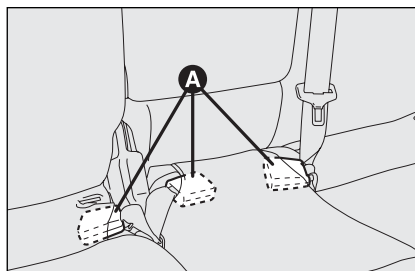

fig. 99
- ☐ para as versões com banco traseiro de correr, posicione as fivelas dos cintos de segurança nas adequadas sedes **A-fig. 99** existentes no forro da almofada;